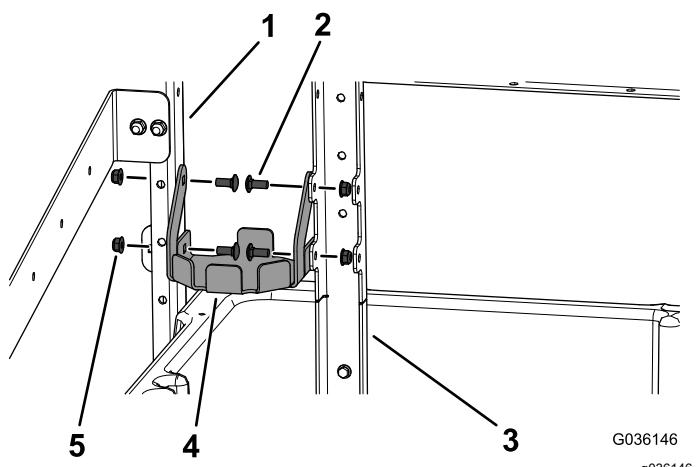

Рисунок 9
8. Установите крепление огнетушителя на боковой вертикальный кронштейн рамы и передний вертикальный кронштейн рамы с помощью 4 каретных болтов (5/16 x 3/4 дюйма) и 4 фланцевых гаек (5/16 дюйма), как показано на Рисунок 9.